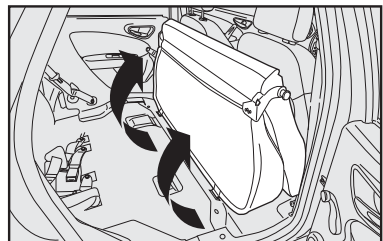

fig. 91
5) Em seguida, rebater o banco traseiro inteiro para a frente **fig. 91** de maneira a obter uma única superfície de carga. Se for necessário, deslocar um pouco os bancos dianteiros para frente.